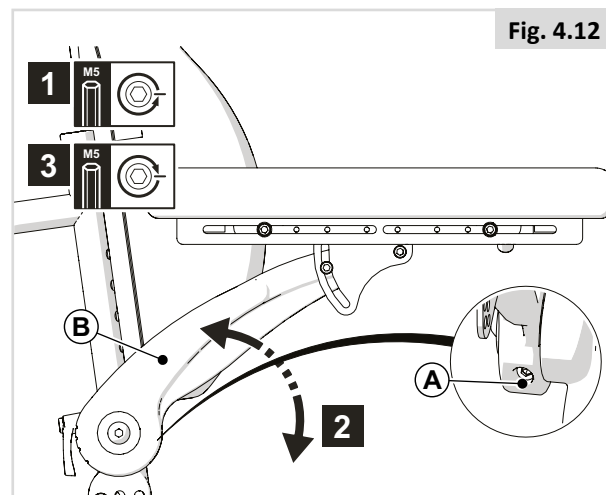

Fig. 4.12
PARTE 1 (Fig. 4.12)
Per raggiungere la vite posteriore quando il bracciolo si trova nella posizioni più basse, allentare prima le viti (A) di Fig. 4.12 e, quindi, regolare l'inclinazione dell'imbottitura.